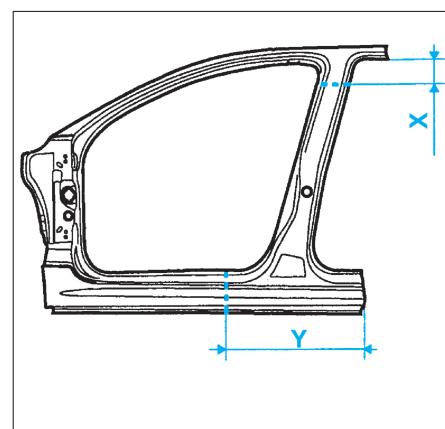

FIG. 73
- puis découper à l'aide d'une meule épaisseur 1 mm (coupe définitive) (Fig.73),